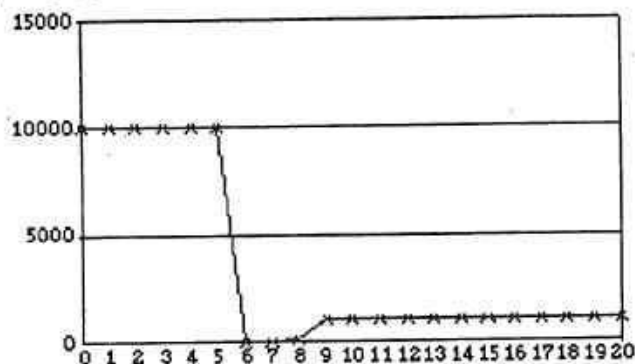

図13
- ⑦入力データを観察するには「GRAPH」ボタンをクリックすると現在の入力データがグラフ表示されます(図13)。「LIST」ボタンをクリックすると現在の入力データがリスト表示されます(図14)。